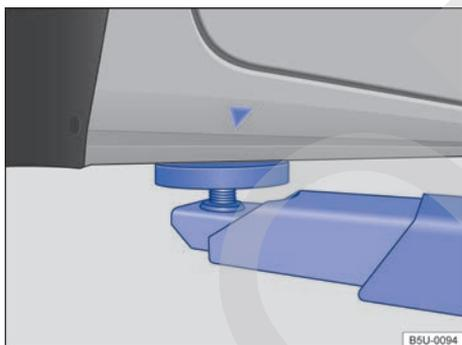
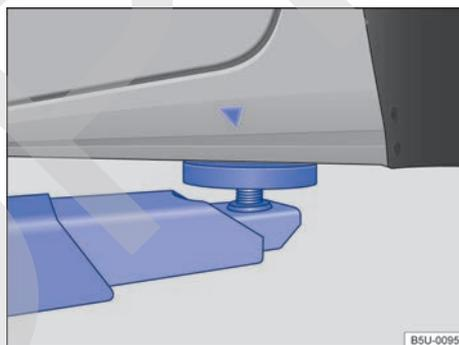

Fig. 142 Puntos de apoyo delanteros para la suspensión con plataforma elevadora o con gato.
Fig. 143 Puntos de apoyo traseros para la suspensión con plataforma elevadora o con gato.
El vehículo debe ser suspendido solamente por los puntos indicados en las figuras ⇒ fig. 142 y ⇒ fig. 143. Si el vehículo no está suspendido por los puntos indicados, pueden ocurrir daños en el vehículo ⇒ ⚠ y lesiones graves ⇒ ⚠.
- Suspender el vehículo solamente por los puntos indicados en las figuras ⇒ fig. 142 y ⇒ fig. 143. Si el vehículo no se suspende por los puntos indicados, puede caer de la plataforma elevadora cuando, por ejemplo, se desmonta el motor o la suspensión.